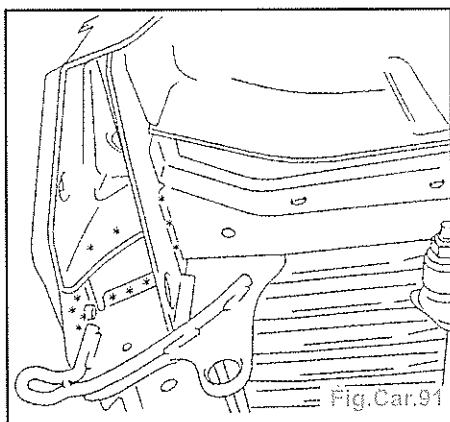

Fig.Car.91
- Dégraffer les points de soudure électrique à l'aide d'une fraise Ø 8 mm (Fig. Car.91).